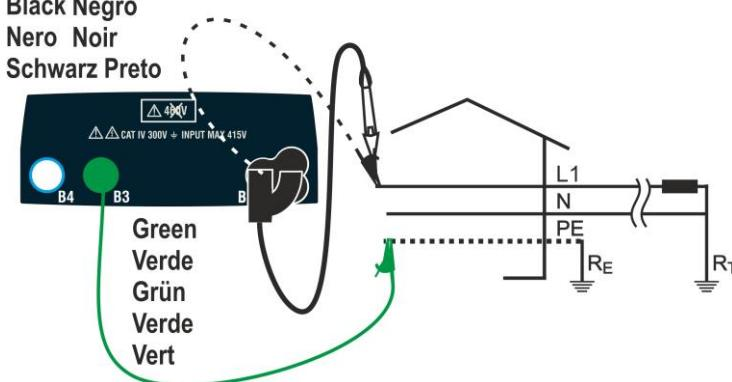
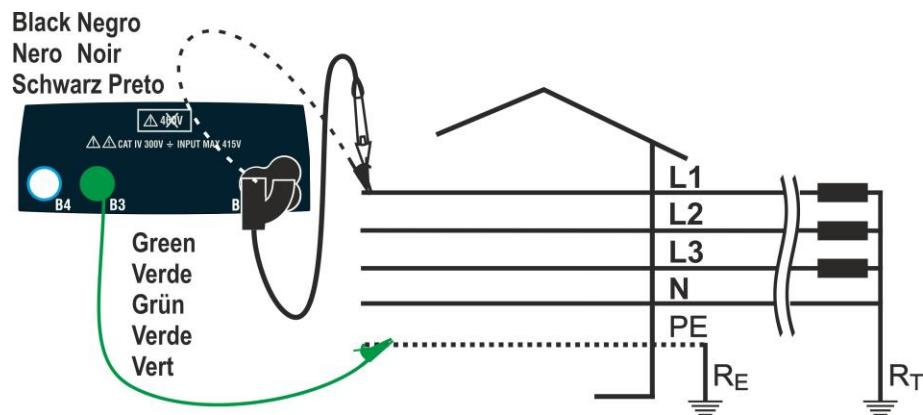
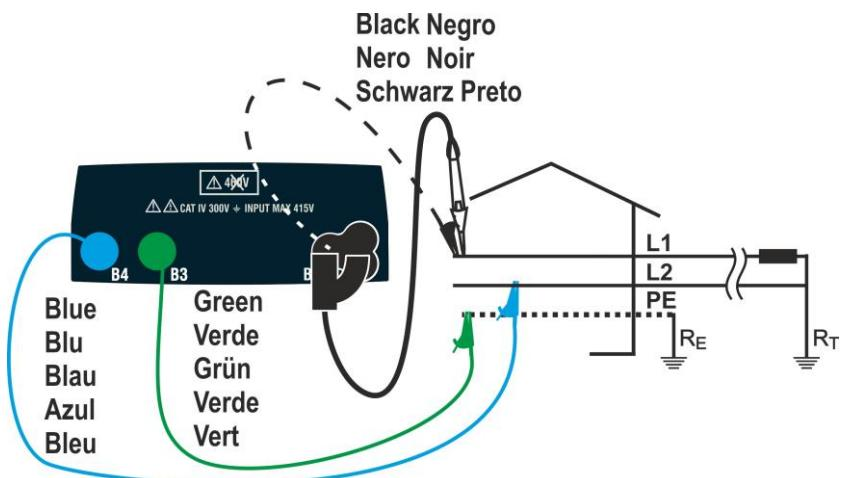

Fig. 32: Teste L1-PE de 2 fios para sistemas Monofásicos/Bifásicos com cabos e condutor remoto
Fig. 33: Teste L1-PE de 2 fios para sistemas Trifásicos com cabos e condutor remoto
Fig. 34: Teste L1-L2 de 3 fios para sistemas Biásicos com cabos e condutor remoto
4. Insira os conectores verde, azul e preto do cabo shuko de três pinos nos condutores de entrada correspondentes B3, B4 e B1 do instrumento. Como alternativa, use os cabos individuais e prenda os seus clipes de crocodilo nas extremidades livres dos cabos. Também é possível usar o cabo de teste remoto inserindo seu conector multipolar no cabo de entrada B1. Ligue a ficha Shuko, pinças crocodilo ou cabo de teste remoto à rede de acordo com Fig. 25, Fig. 26, Fig. 27, Fig. 28, Fig. 29, Fig. 31, Fig. 32, Fig. 33 ou Fig. 34